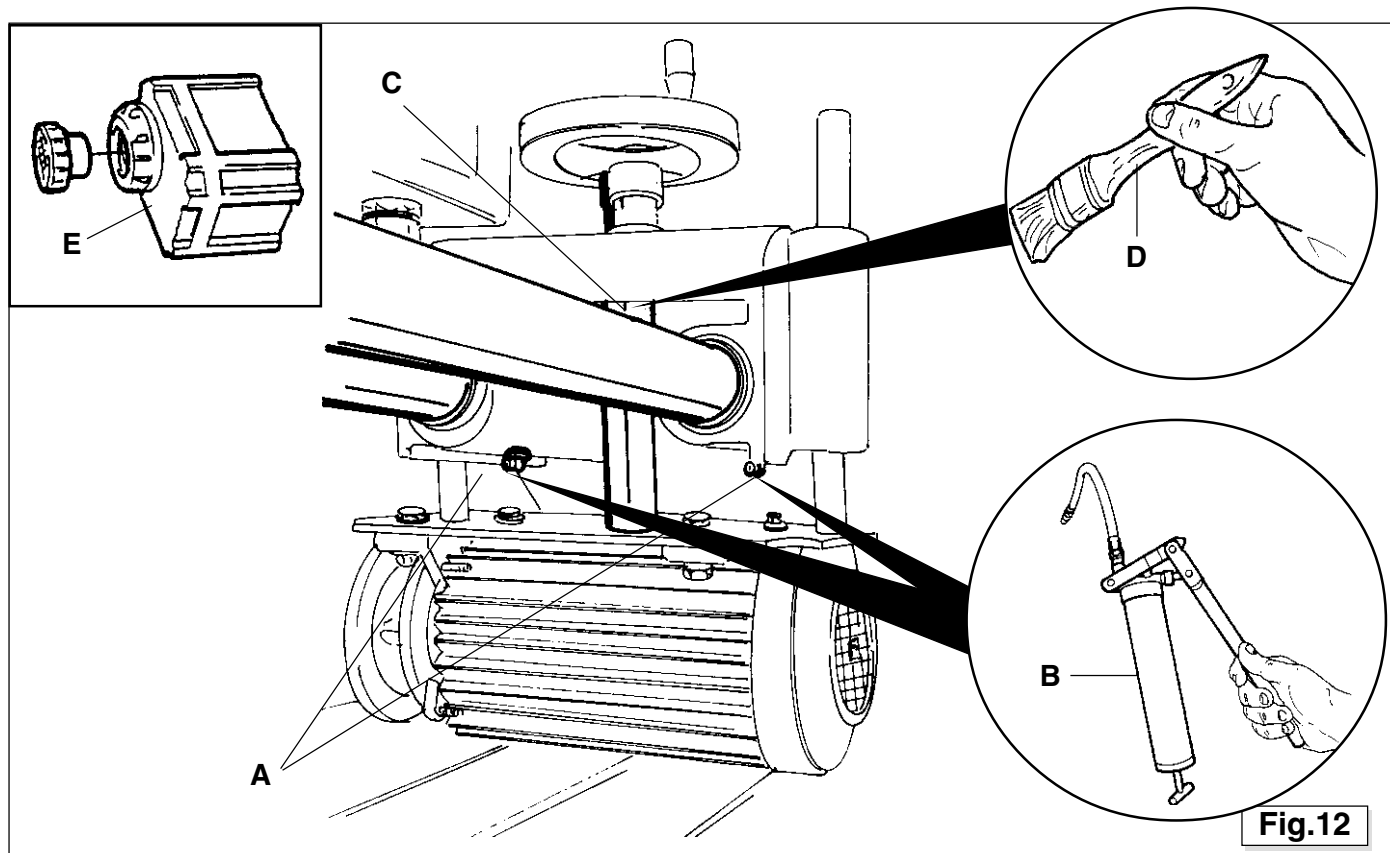

Fig.12
- sague la bomba del agua **E** (Fig. 12).
Engrasar la guía de deslizamiento horizontal del cabezal de corte utilizando los correspondientes lubricadores **A** (Fig. 12) mediante bomba manual **B** (Fig. 12).
Engrasar el tornillo de regulación vertical **C** (Fig. 12) del cabezal de corte utilizando un pincel de serdas suaves **D** (Fig. 12).